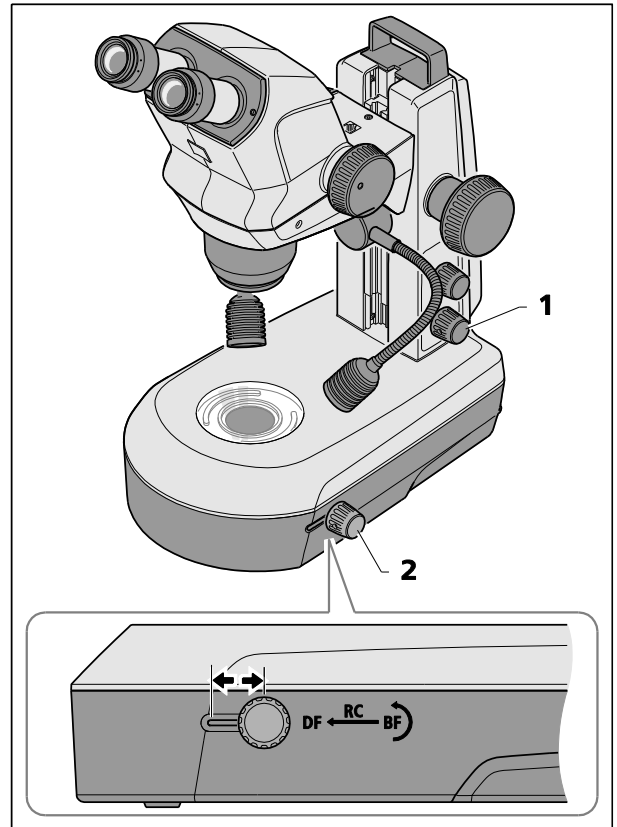

Abb. 20 Durchlichtmodul im Stativ K LAB
- Die Durchlichtbeleuchtung durch Drücken des unteren Knopfs (Abb. 20/1) einschalten.
- Das Hellfeld (HF) durch Verschieben des beweglichen Knopfs (Abb. 20/2) in die hintere Position (HF) einstellen.
- Den Drehknopf/Schieber (Abb. 20/2) drehen, um die glänzende oder matte Spiegelseite in Position zu schwenken oder den Neigungswinkel einzustellen.
- Den Drehknopf/Schieber (Abb. 20/2) in die vordere Position bringen, um zur Dunkelfeldbeleuchtung (DF) umzuschalten.
Den Drehknopf/Schieber (Abb. 20/2) in die mittlere Position bringen und den Spiegel kippen, um Schräglichteffekte (RC) zu erzeugen.